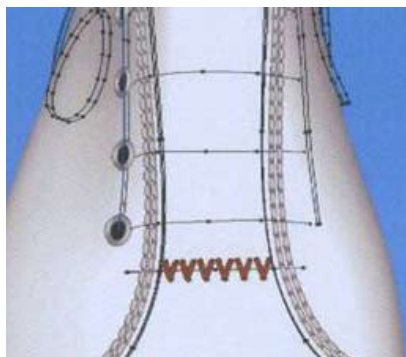

Рис. 99
- Выберите линию (линии), куда вы хотите скопировать шов (рис. 99), убедитесь в правильности выбора линии (расстояние от колодки до линии такое же, как и у линии, с которой вы копируете).